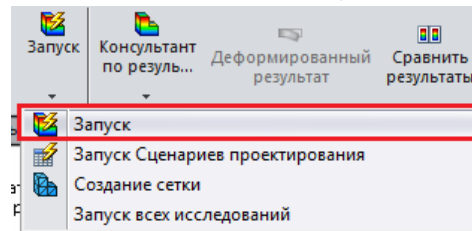

Рисунок 5.19 – Запуск дослідження
8. Запуск дослідження. Для запуску дослідження необхідно натиснути кнопку «**Запуск**»  на *панелі інструментів Simulation* (рисунок. 5.19). Після чого починається процес розрахунку по закінченню якого в Дереві дослідження Simulation з'являється папка «**Результаты**».